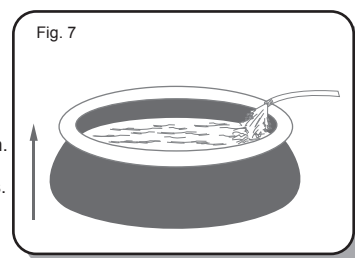

Fig. 8
5. Remplissez la piscine à 80% de sa capacité, jusqu'au bas de l'anneau gonflé pour que les côtés soient lisses et rigides. **NE REMPLISSEZ PAS TROP** car cela pourrait provoquer un effondrement de la piscine. En cas de fortes pluies, vous devez vider suffisamment la piscine pour que le niveau reste correct. (voir fig. 8)